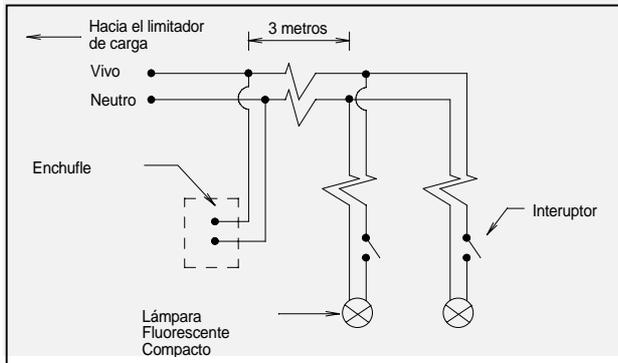

Figura 15-3 Diagrama de los circuitos de un arnés de alambre típico.
**Carga conectada:** La cantidad de tomacorrientes y portalámparas conectadas al arnés de alambres, depende de la potencia a la cual el consumidor se ha suscrito. Un arnés típico como el que se ve en la Figura 15-3, tiene un tomacorriente y dos portalámparas para bombillos de iluminación. La carga que se podrá conectar sería dos lámparas fluorescentes compactas (9W c.u.) y un radio que se enchufa en la tomacorriente de 2 pines (2W), por un total de 20W. Esta carga entonces se utiliza para calcular el amperaje del limitador de carga correspondiente (ver Sección 15-4).